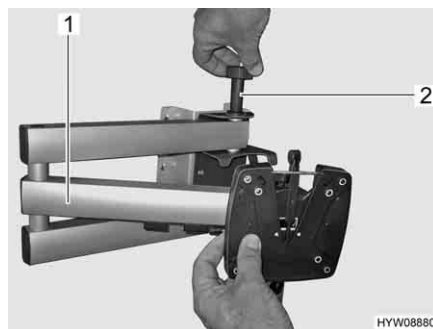
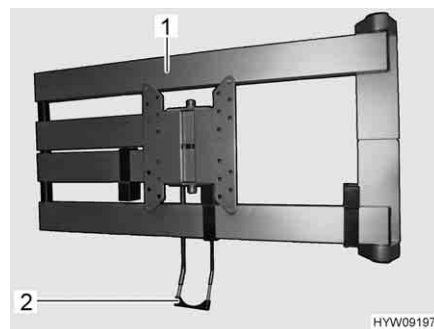

Fig. 89 Braccio snodato (raffigurato senza schermo piatto)
Fig. 90 Braccio snodato (alternativa)
- Tirare il bottone di sbloccaggio (Fig. 89,2) o la staffa di sbloccaggio (Fig. 90,2). Il braccio snodato (Fig. 89,1 o Fig. 90,1) è sbloccato.